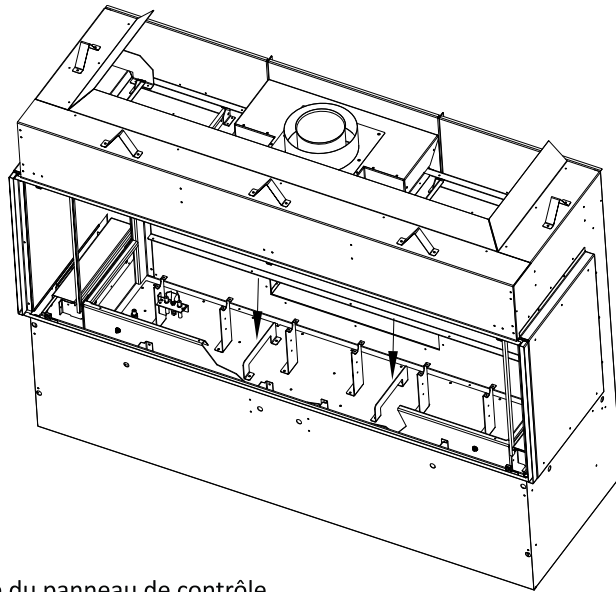

Figure 7.18 - Poignées de levage du panneau de contrôle
6. Repérez d'abord les deux poignées de levage près du centre du panneau de contrôle. Figure 7.18. En soulevant pour retirer le panneau de contrôle, vous devrez l'incliner vers vous pour que la valve de gaz et le module de contrôle puissent pivoter dans l'ouverture. Soulevez le panneau de contrôle pour accéder à l'espace sous le panneau de contrôle.